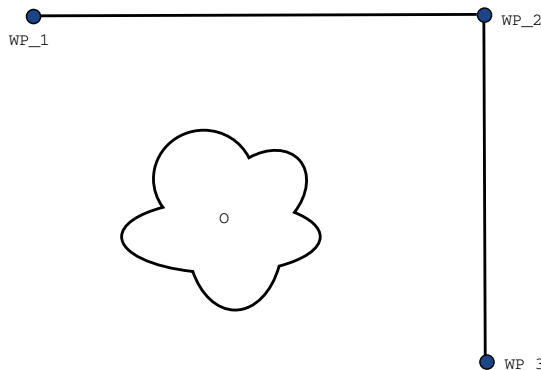

Figure 14.2: WP\_1: 初期位置、WP\_2: 通過点、WP\_3: 持ち上げ位置、O: 障害物。
例 ピッキングのアプリケーションを例として考えた場合、(図14.2参照)、ロボットは現在ウェイポイント1 (WP\_1) にあり、ウェイポイント3 (WP\_3) で対象物を持ち上げる必要があります。対称物やその他の障害物との衝突を避けるため (O)、ロボットは WP\_3 にウェイポイント2 から来る方向で接近する必要があります (WP\_2)。つまり、ウェイポイントは要件を満たすパスを作り出すために導入されています。